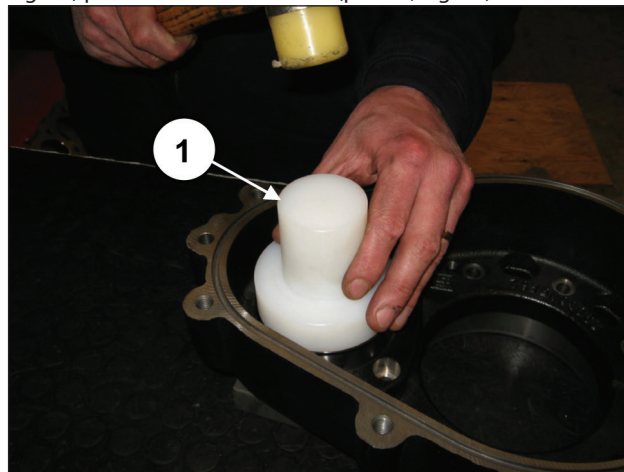
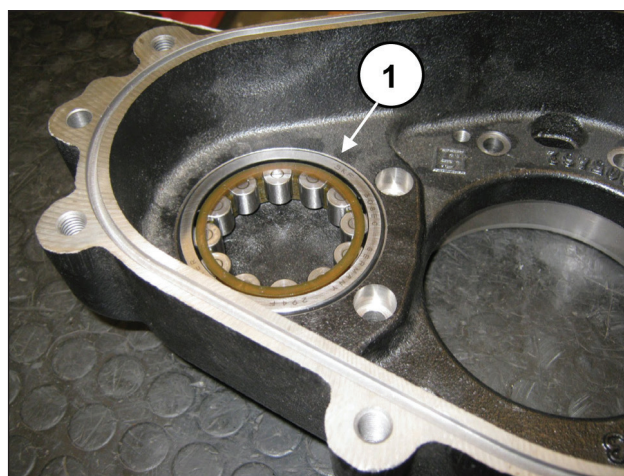

Fig. 53
Fig. 54
Premontar la anilla externa del cojinete del piñón en la caja del reductor utilizando la herramienta cód. 27604900, (pos. ①, Fig. 53) para introducirla a fondo (pos. ①, Fig. 54).